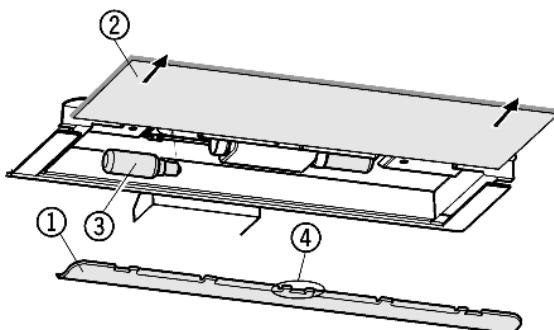

Fig. 16
- Снятие накладки Fig. 16 (1): сзади возьмитесь пальцем за накладку и снимите её с фиксатора.
- Извлеките стеклянную полку Fig. 16 (2).
- Лампу накаливания Fig. 16 (3) заменить.
- Установка накладки на место: защелкните справа и слева, следя за тем, чтобы средний крюк Fig. 16 (4) захватил стеклянную полку.